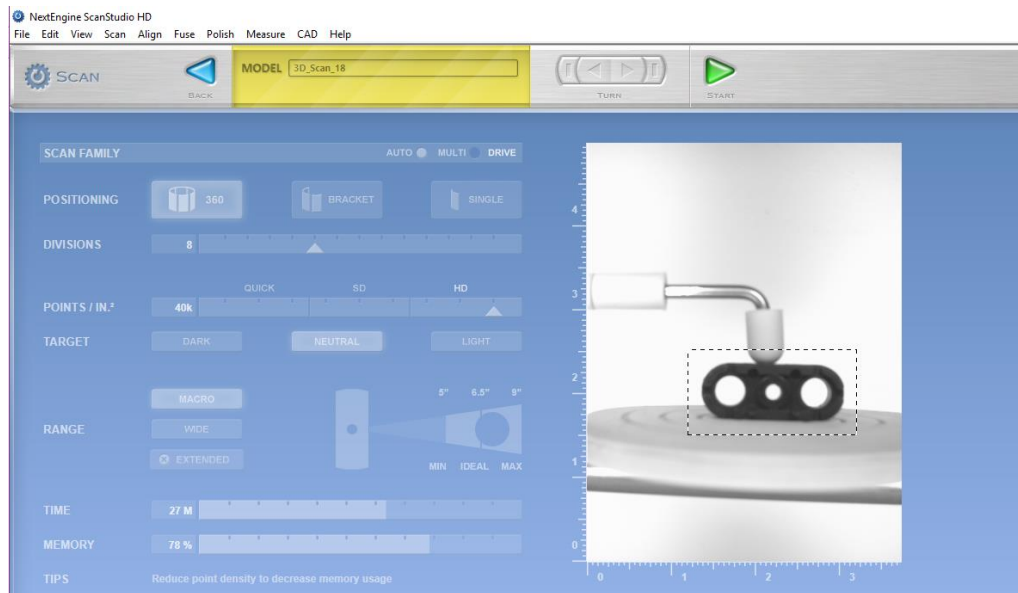

Figura 43. Configuraciones iniciales.
4. Se muestra una pantalla ver Figura 43, en donde al lado derecho está el objeto que se desea escanear, seleccione con un cuadro para que el rayo infrarrojo se enfoque en el elemento y al lado izquierdo se ven las diferentes configuraciones: